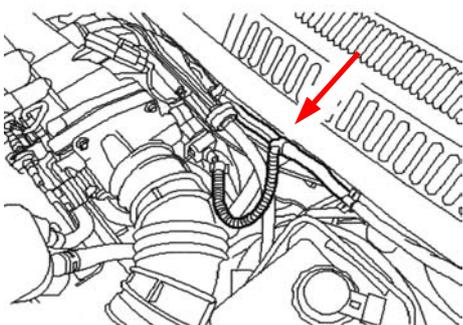

Figure 5
- Enrouler les câbles de ruban isolant et les mettre dans le faisceau principal (voir figure 5).